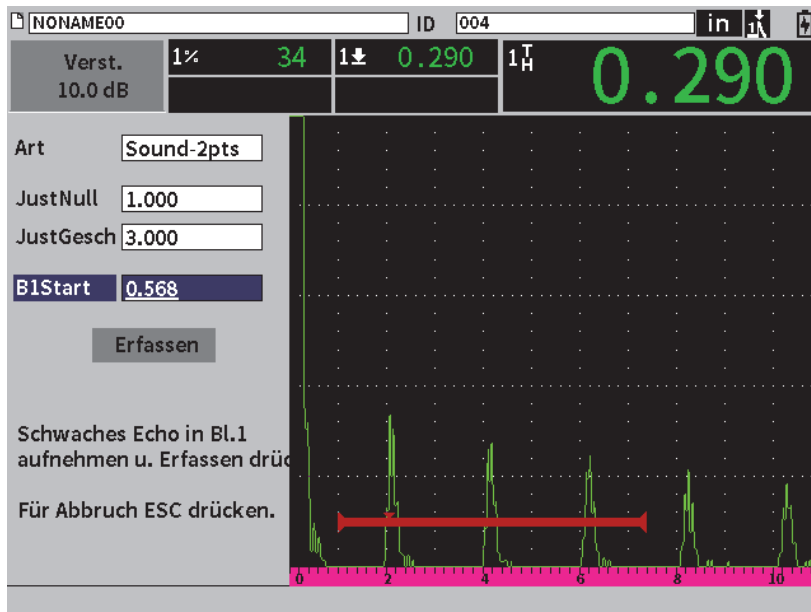

Abbildung 8-3 Fenster für die Justiereinstellungen
3. Im Konfigurationsmenü wählen Sie das Symbol für **Justieren** () aus, um das Fenster für die Justiereinstellungen zu öffnen (siehe Abbildung 8-3 auf Seite 117).